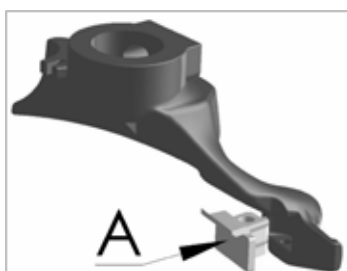

Fig.43
- Tête de montage pour jante en alliage (Fig.43) (Facultatif)